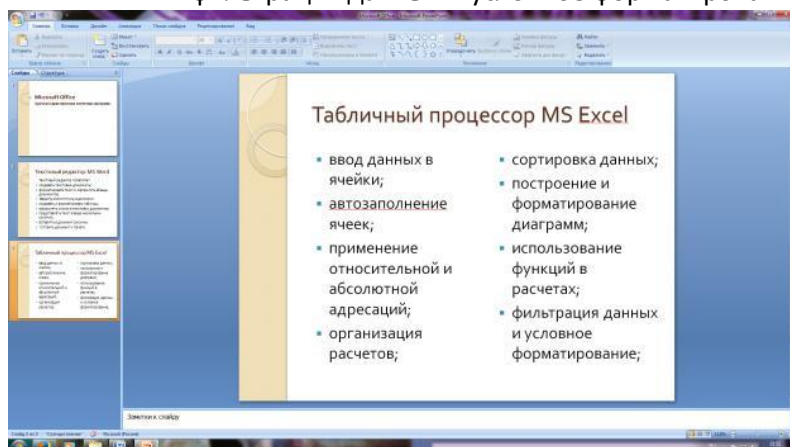

Рис. 5. Слайд презентации – текст в две колонки
3. Введите содержание в колонки. Щелчок мыши по метке-заполнителю колонки позволяет вводить в нее текст (рис.5).